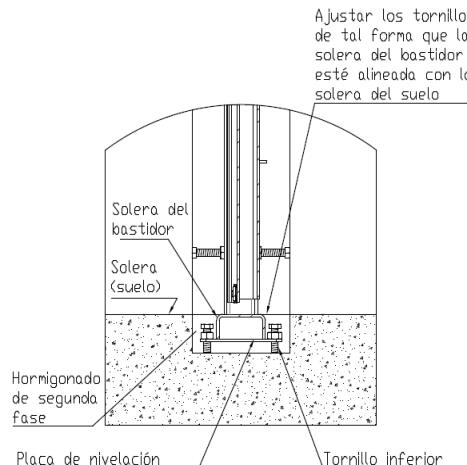

Figura 2
- Nivelar la compuerta verticalmente, ajustando para ello los tornillos situados en las placas de nivelación (ver Figura 2). Asegurarse de que la solera del bastidor está perfectamente alineada con la solera del canal